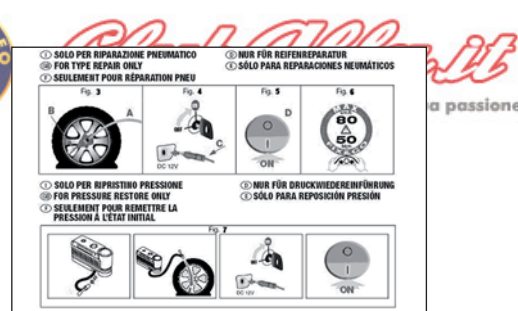

fig. 15
- ☐ pieghevole informativo **fig. 15**, utilizzato per un pronto uso corretto del kit di riparazione rapida e successivamente da consegnare al personale che dovrà maneggiare il pneumatico trattato con il kit di riparazione pneumatici;